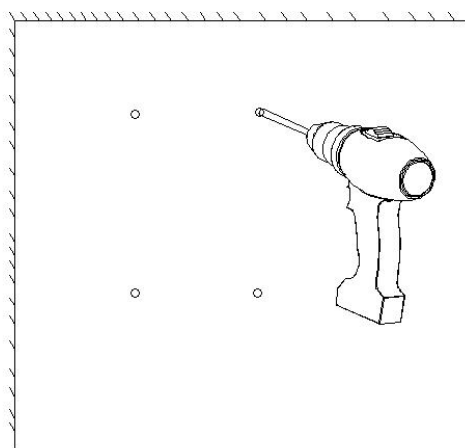

图 2-1
- 1.用冲击钻在上一步所做的记号处打四个圆孔，如图 2-1 所示